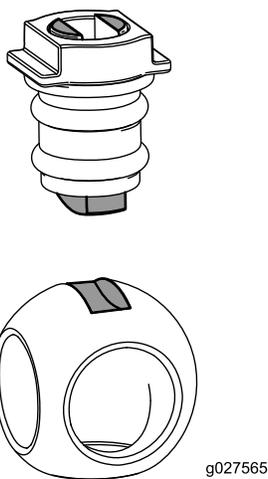

图74
6. 将球插入阀体图74。
注意 阀杆应能够插入球驱动槽内部。如果气门芯不能插入请调整球的位置(图74)。